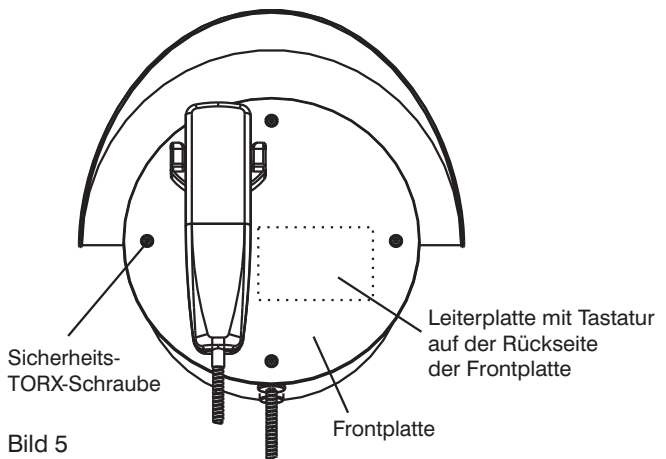

Bild 5
- Frontplatte abschrauben (siehe Bild 5)